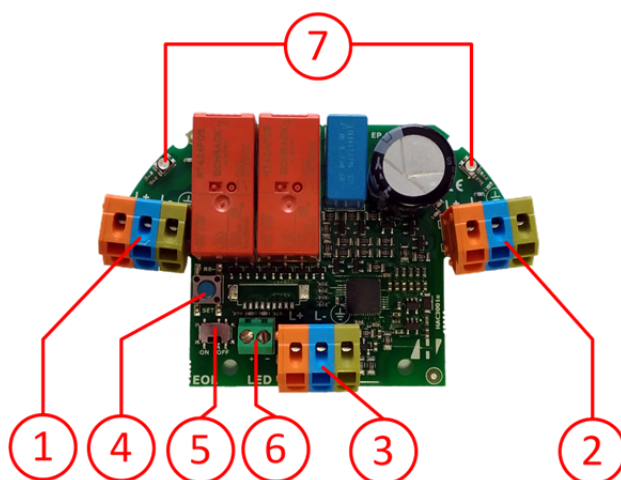

Рисунок 2.
5.1.2 Плата изолятора имеет следующие элементы коммутации, управления и индикации (см. рис.2):
- Трехконтактные клеммные колодки — для подключения к кольцевой трансляционной линии (1), (2);
- Трехконтактная клеммная колодка — для подключения к линии ответвления (3);
- Переключатель «Конец линии» (5);
- Двухконтактная клеммная колодка для подключения выносного светодиодного индикатора неисправности линии (6);
- Светодиодные индикаторы состояния линии (7);
5.2.1. Функционально изолятор представляет собой устройство способное разрывать электрическую связь между клеммами (1) и (2) (см.рис.2), при обнаружении короткого замыкания на сегментах кольцевой трансляционной линии подключенной к ним. Это позволяет локализовать неисправный сегмент линии и перенаправить сигнал от усилителя мощности на исправные сегменты линии.
5.2.3. При обнаружении неисправности трансляционной линии, включаются светодиодные индикаторы состояния (7) (см.рис.2). Информация о состоянии локализованного участка линии передается на контроллер изоляторов короткого замыкания Sonar LDB-0030.
5.2.4 Режим неисправности линии, отключается кнопкой сброса (удержание более 10 сек.) на контроллере Sonar LDB-0030, после чего изолятор автоматически перезагружается и восстанавливает соединение между клеммами (1) и (2) (см.рис.2).